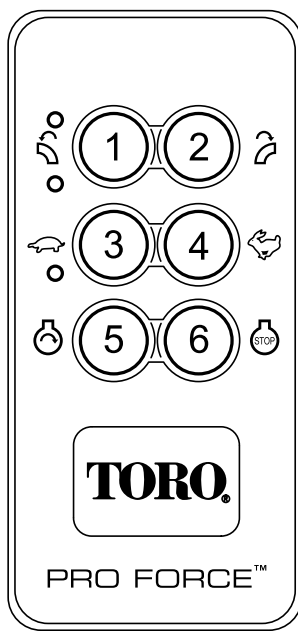

Figure 10
4. Le démarrage du moteur n'est possible qu'en appuyant sur la touche de démarrage quand l'état d'activation de démarrage du moteur est actif. L'état d'activation de démarrage ne devient actif que lorsque la séquence d'activation de démarrage du moteur a été exécutée (Figure 10).